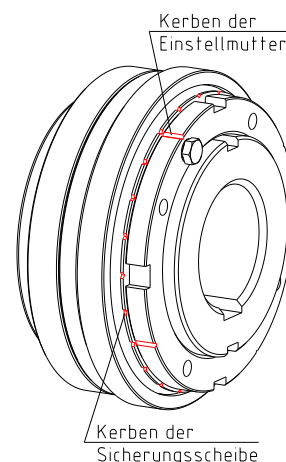

Bild 24: Kerben der Einstellmutter
- Setzen Sie den Stirnlochlüssel aus Tabelle 8 in die vorgesehenen Bohrungen der Einstellmutter (Bauteil 1.6.1 bzw. 2.6.1) bzw. eines der Hakenschlüssel in die vorgesehenen Nuten ein (siehe Bild 24).